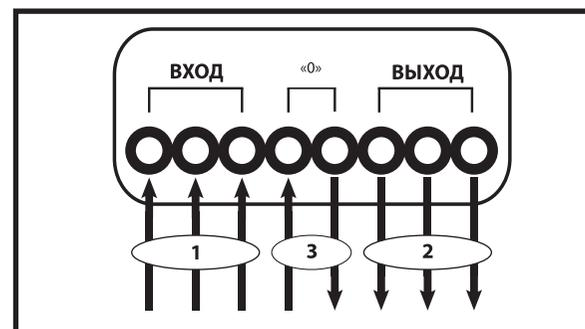

рис.4
6.4 Подключите стабилизатор к клеммам «Вход» (1) (см. рис.4) без нагрузки. Установите выключатель в положение «ON» (включено) на 10 секунд. Вольтметр на лицевой поверхности должен показывать 220В.
6.6 Подключите нагрузку к клеммам «Выход» (2) (см. рис.4).